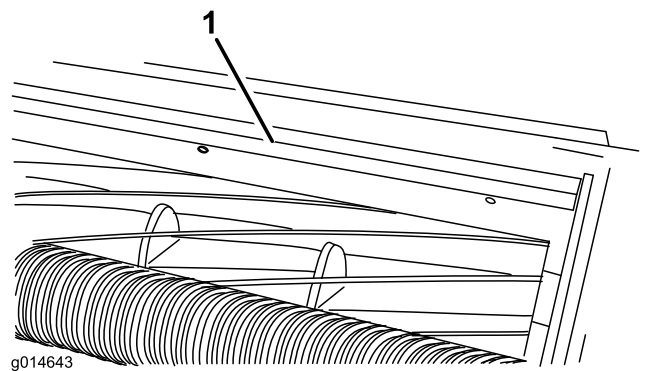

図 19
- バー 図 19 をカッティングユニットに固定しているねじをゆるめる。